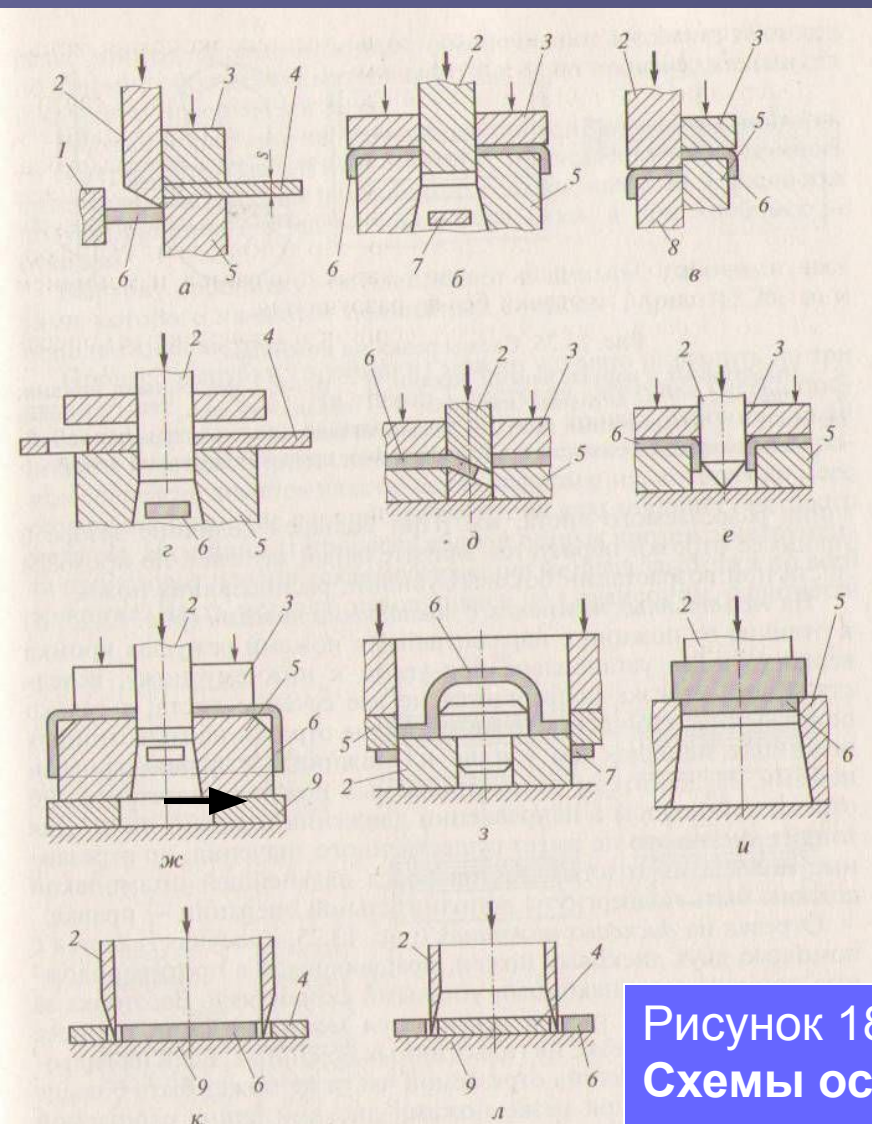

Рисунок 18.8.
- **Отрезка** (рис. 18.8, а) – полное отделение одной части заготовки от другой по незамкнутому контуру путем сдвига.